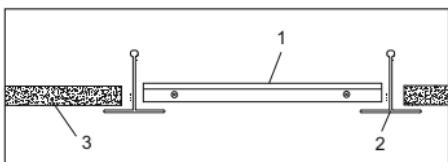

Рисунок 2
4.2.3 Встраиваемый монтаж осуществляется следующим образом (см. рисунок 2): светодиодную панель (1) установить на место потолочной плиты 600x600 мм (3) в межпотолочное пространство между направляющими (2) потолка «Armstrong», как показано на рисунке 2.